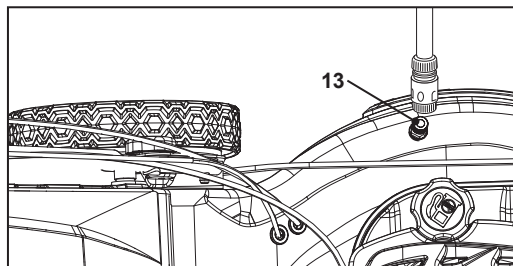

Fig. 28
1. Effectuer le nettoyage du carter dans une zone plane avec une bonne évacuation de l'eau. Raccorder un tuyau d'arrosage à l'arrivée d'eau (13) sur le carter de la tondeuse (Fig. 28).
3. Tirer le levier de frein (3) et le maintenir contre la poignée supérieure (1). Ensuite, tirer lentement la poignée du lanceur (31) pour démarrer le moteur et lancer la rotation de la lame de coupe (33).
4. Arrêter le moteur en relâchant le levier de frein (3) lorsqu'il n'y a plus d'eau sale ou de débris qui sortent du dessous du produit.